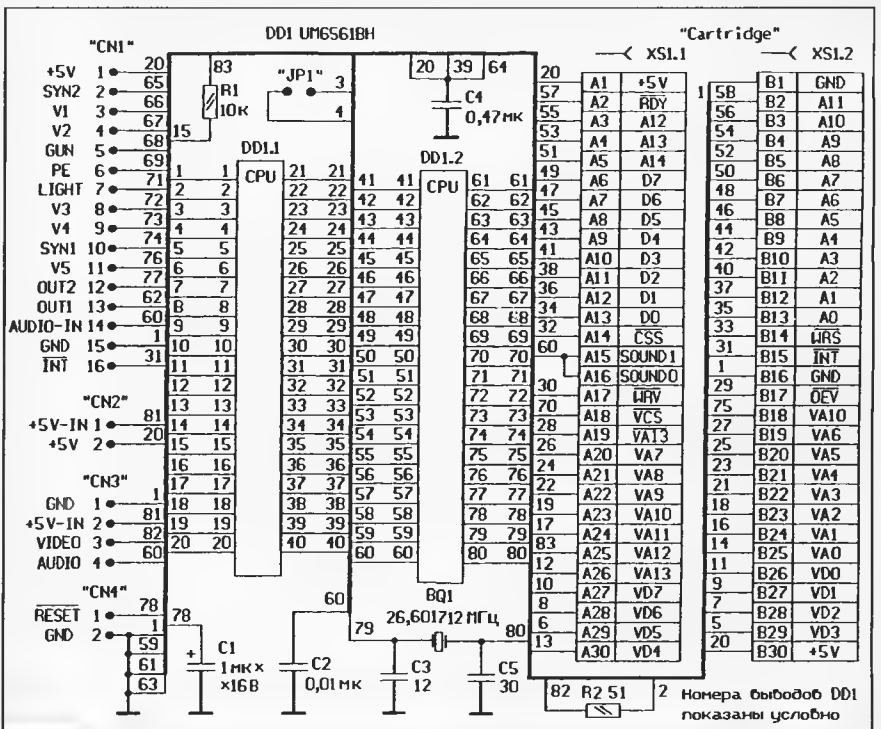
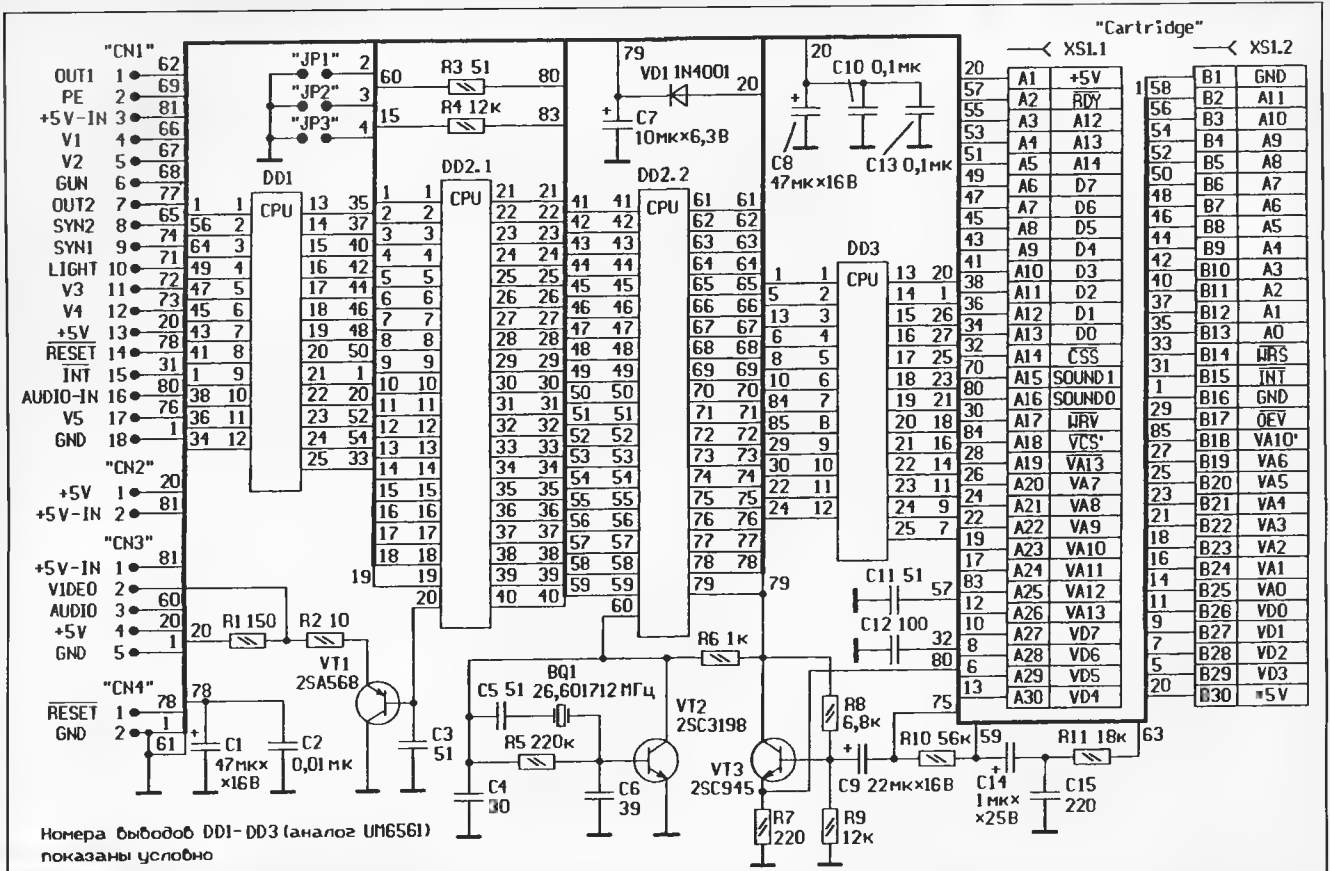
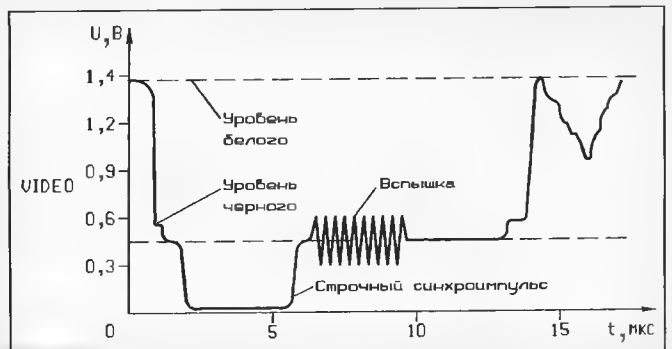

Рис. 13
Рис. 14
Рис. 16
Принципиальные схемы процессорных плат минимальной и максимальной конфигураций во многом совпадают. В первом случае (рис. 13) чаще всего применяется БИС UM6561 с различными буквенными индексами, а во втором (рис. 14) — ее эквиваленты из двух и даже трех бескорпусных БИС. Последний вариант типичен для "пиратских" видеоприставок, изготовителям которых недоступна "фирменная" микросхема. Число выводов БИС достигает 80, жесткого соответствия между сигналами и выводами не существует.
На процессорной плате установлены несколько резисторов и конденсаторов, а иногда — до трех транзисторов и один диод. Частота кварцевого резонатора видеоприставки — 26,601712 МГц, что ровно в шесть раз выше частоты цветовой поднесущей телевизионного стандарта PAL (4,433618(6) МГц). В устройстве по схеме на рис. 13 активные элементы задающего генератора находятся внутри БИС (снаружи остались только кварцевый резонатор BQ1 и конденсаторы C3, C5). Встречаются и процессорные платы, в которых генератор выполнен на отдельном транзисторе (например, VT2 в устройстве, схема которого показана на рис. 14).
Сигнал изображения VIDEO формируется внутри БИС и может поступать на выход приставки через резистор (R2 на рис. 13) или через буферный эмиттерный повторитель (транзистор VT1 на рис. 14). Признаком нормальной работы видеоканала служит наличие телевизионного сигнала на контактной площадке "Video". Осциллограмма строчного синхросигнала PAL должна быть аналогична показанной на рис. 16.
Монофонический сигнал звука AUDIO может поступать на выход процессорной платы непосредственно с вывода БИС (рис. 13) или через буферный эмиттерный повторитель (транзистор VT3 на рис. 14). Напряжение сигнала звуковой частоты на
В процессорной плате по схеме на рис. 14 канал звукового сопровождения содержит операционный усилитель, который находится внутри БИС. К нему подключены внешние элементы R10, R11, C14, C15. Коэффициент усиления определяется отношением сопротивлений резисторов R10 и R11. Конденсаторы C14 и C15 формируют АЧХ в области соответственно верхних и нижних частот.
Группа контактных площадок "CN1" служит для подключения ленточного кабеля, соединяющего процессорную плату с платой джойстиков, а группа "CN3" — такого же кабеля, идущего к плате модулятора и питания. Единого стандарта на порядок расположения контактов не существует. К группам "CN2" и "CN4" подключены кнопки включения/выключения питания "On/Off" и начального сброса "Reset". Контакты кнопки сброса зашунтированы конденсаторами большой емкости (C1 на рис. 13, C1 и C2 на рис. 14).
Питается процессорная плата напряжением 5 В. Иногда напряжение, подаваемое на одну из БИС, понижают приблизительно до 4,5 В. Для этого служит, например, диод VD1 на рис. 14. Такой прием обеспечивает более устойчивую работу устройства в некоторых игровых программах. Встречаются приставки, в которых многие элементы и даже целые транзисторные каскады отсутствуют или заменены перемычками.